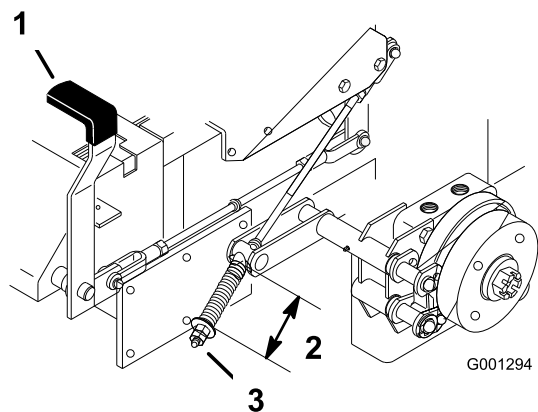

Figura 86
2. Meça o comprimento da mola (Figura 86).
3. Se for necessário ajustar, desengate o travão de estacionamento, desaperte a porca de retenção abaixo da mola e ajuste a porca diretamente abaixo da mola (Figura 86).